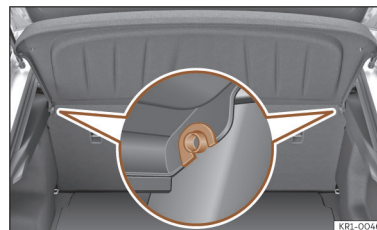

Abb. 166 Im Gepäckraum: Gepäckraumabdeckung aus- und einbauen.
- Ziehen Sie die Gepäckraumabdeckung nach oben aus den seitlichen Halterungen >>> (**Abb. 166**) heraus.
- Führen Sie die Gepäckraumabdeckung horizontal ein, so dass das „Hufeisen“ über der Aufnahmeachse >>> (**Abb. 166**) liegt, und drücken Sie die Abdeckung nach unten, bis sie einrastet.